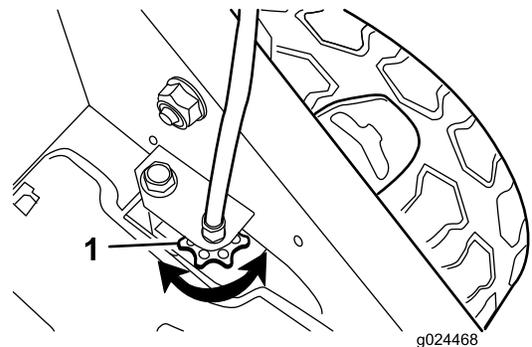

Bild 22
- Wenn sich die Räder nicht bei eingekuppeltem Selbstantriebsbügel drehen, ist der Treibriemen zu lose. Drehen Sie das Steuerhandrad für den Radantrieb (Bild 22) um eine Umdrehung nach rechts und wiederholen Sie die Schritte 4 bis 6.
- Wenn sich die Räder drehen, bevor der Selbstantriebsbügel ganz eingekuppelt ist, ist der Treibriemen zu fest. Drehen Sie das Steuerhandrad für den Radantrieb (Bild 22) um eine Umdrehung nach links und wiederholen Sie die Schritte 4 bis 6.